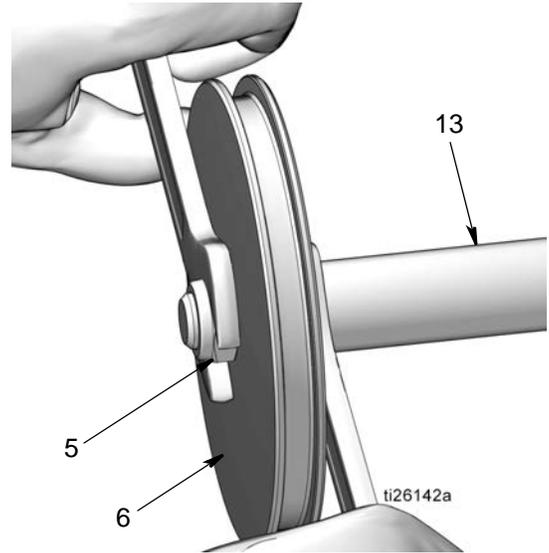

图 47
- d. 将螺母 (5) 安装在活塞杆 (13) 上。使用两个扳手以相反方向用力，拧紧螺母。固定一个开口扳手以齐平活塞杆，使用另一个扳手拧紧螺母 (5)，如图 47 所示。